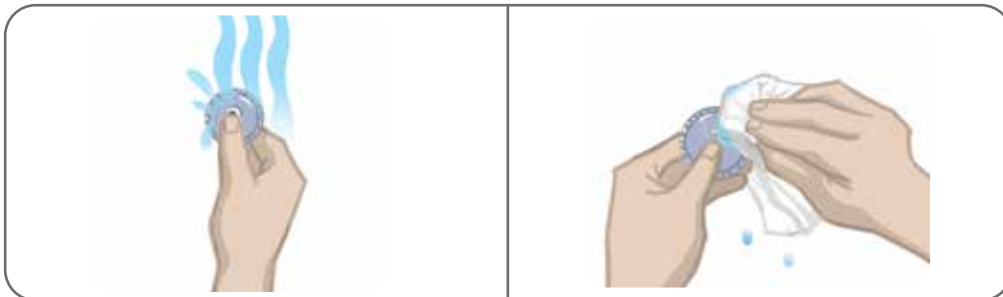

Figura 11-5: Umezirea și îndepărtați apa în exces
4. Udați Electrozii pânzați rotunzi cu apă până la saturare. Consultați Figura 11-5.
5. Folosind o cârpă, ștergeți ușor sau îndepărtați excesul de apă de pe partea din spate a electrozilor (latura cu capsă) prin tamponare. Consultați Figura 11-5.